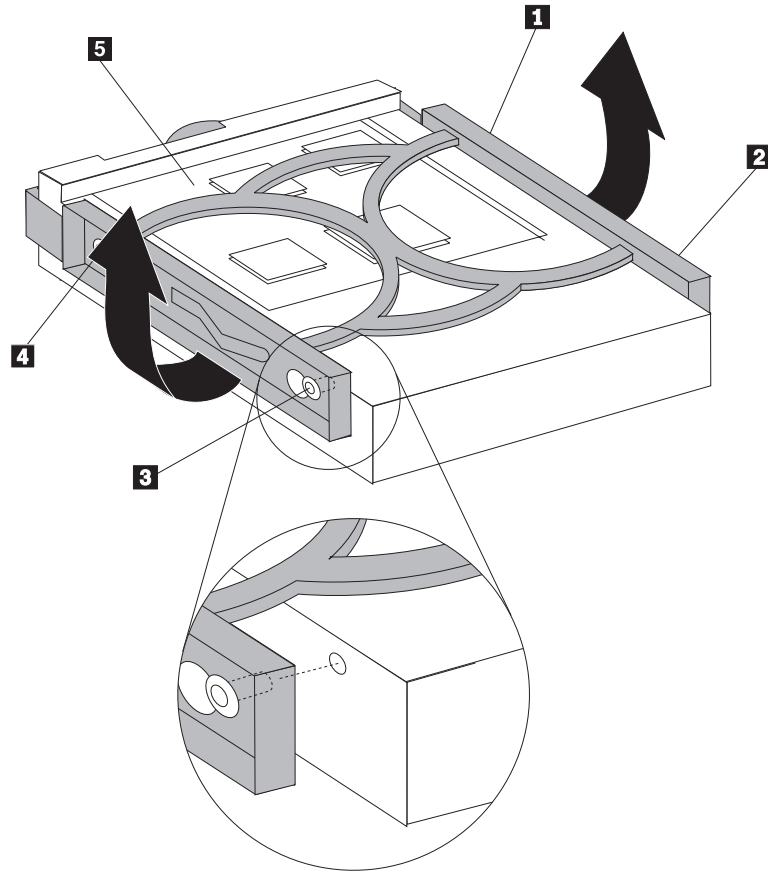

図 23. ブラケットへのハードディスクの取り付け
7. 新しいハードディスクを青色のブラケットに取り付けるには、ブラケットを広げ、ブラケット上のピン **1** から **4** をハードディスクの穴に合わせます。図 23 を参照してください。ハードディスク下部の回路ボード **5** には、手を触れないでください。